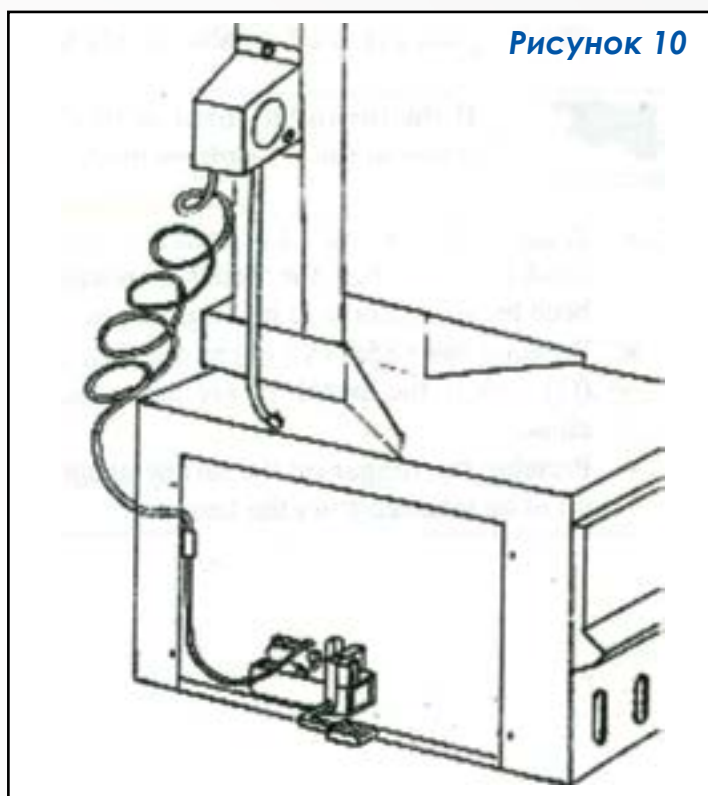

Рисунок 10
- Закрепите ресивер на задней стороне корпуса станка с помощью болтов, Рис. 10.